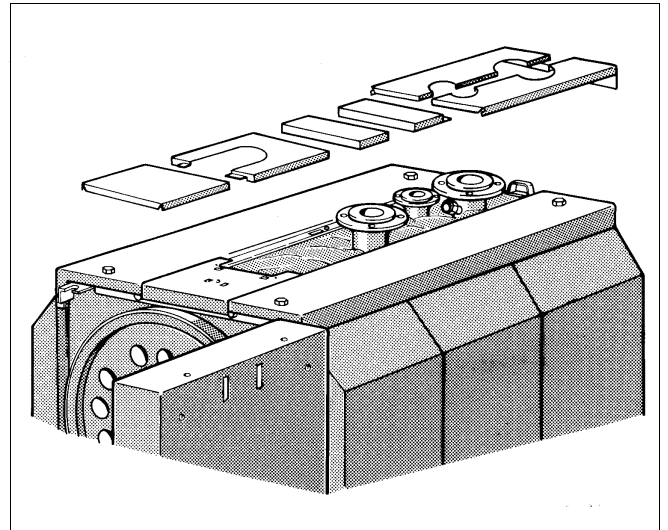

Fig. 20 Montaj manta
- Componentele carcasei conform Fig. 20 se vor prinde pe muchia carcusei laterale.